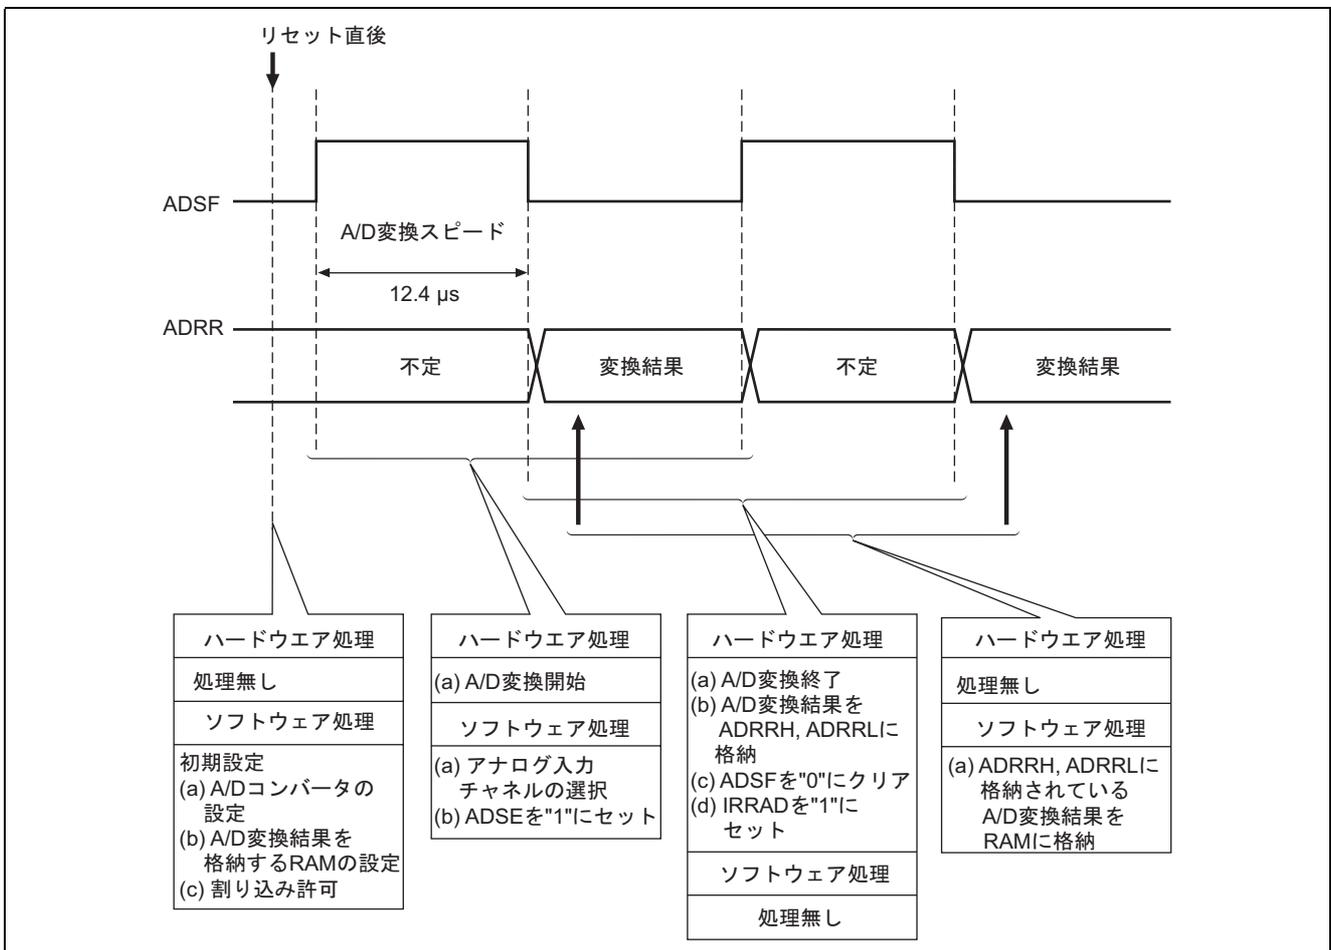

図 3 4 チャンネル A/D 変換による電圧測定の動作説明
(1) 図 3 に動作説明を示します。図 3 に示すようなハードウェア処理, およびソフトウェア処理により 4 チャンネル A/D 変換による電圧測定を行ないます。